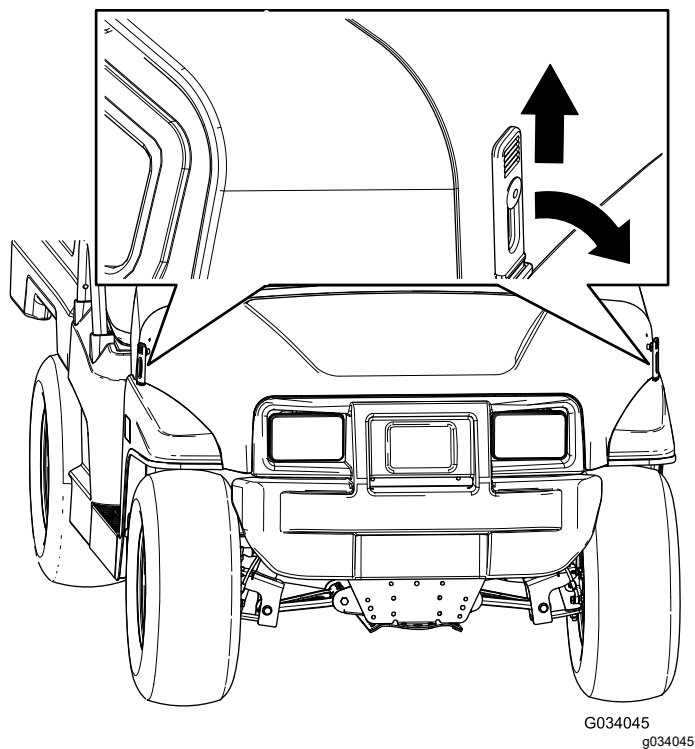

Рисунок 40
1. Поднимите ручки резиновых фиксаторов с каждой стороны капота (Рисунок 40).